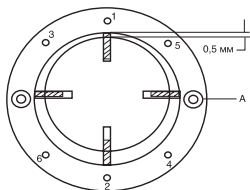

Рис. 9
те их в сухом месте, так как влага и грязь могут повредить компрессор. Заменяйте изношенные ротор и лопасти (если хотя бы одна лопасть из четырех износилась, необходимо заменить все четыре лопасти). Соберите компрессор, учитывая, что желобки лопастей должны быть направлены к центру ротора, и зазор между ротором и статорным кольцом (26) должен быть 0,5мм, как показано на рис. 9.